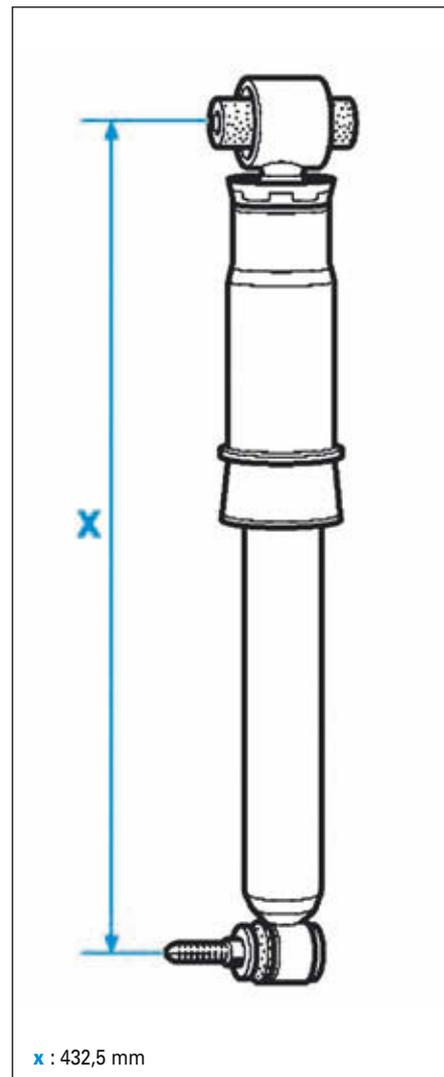

FIG.21
- Ajuster à l'aide du vérin d'organe la longueur de l'amortisseur (x) de 432,5 mm (Fig.21).